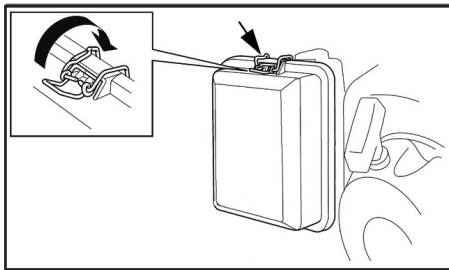

Рис. 12 Снятие крышки воздушного фильтра
1. Отстегните защелку крышки воздушного фильтра и снимите крышку воздушного фильтра (Рис. 12).